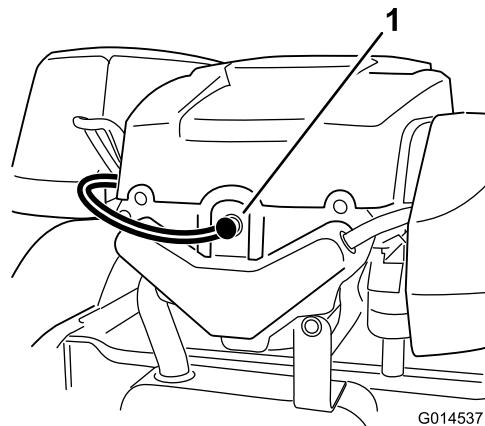

Figura 40
2. Retire el cable de bujía (Figura 40).